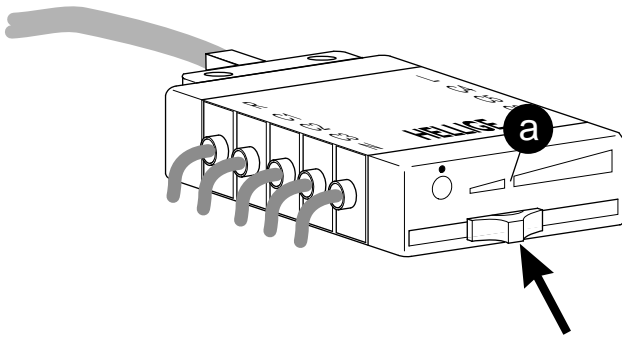

Bild 4-1. Unterdruckeinsteller am Elektrodenverteiler
Die Standardeinstellung für den Unterdruck wird durch die Unterbrechung im Keilsymbol markiert (a, Bild 4-1). Diese Einstellung reicht üblicherweise für die Ruhe-EKG-Aufnahmen aus. Bei Ergometrieaufnahmen wird ein etwas höherer Unterdruck erforderlich. Dabei genügt aber meist schon eine geringfügige Verstellung nach rechts. Stellen Sie grundsätzlich keinen höheren Unterdruck als erforderlich ein. Bedenken Sie, daß es bei höheren Unterdruck-Einstellungen und längeren Applikationszeiten zu Hämatomen kommen kann (gegebenenfalls Elektroden versetzen).
- \* Stellen Sie den Unterdruckeinsteller auf die Standardeinstellung (Bild 4-1).